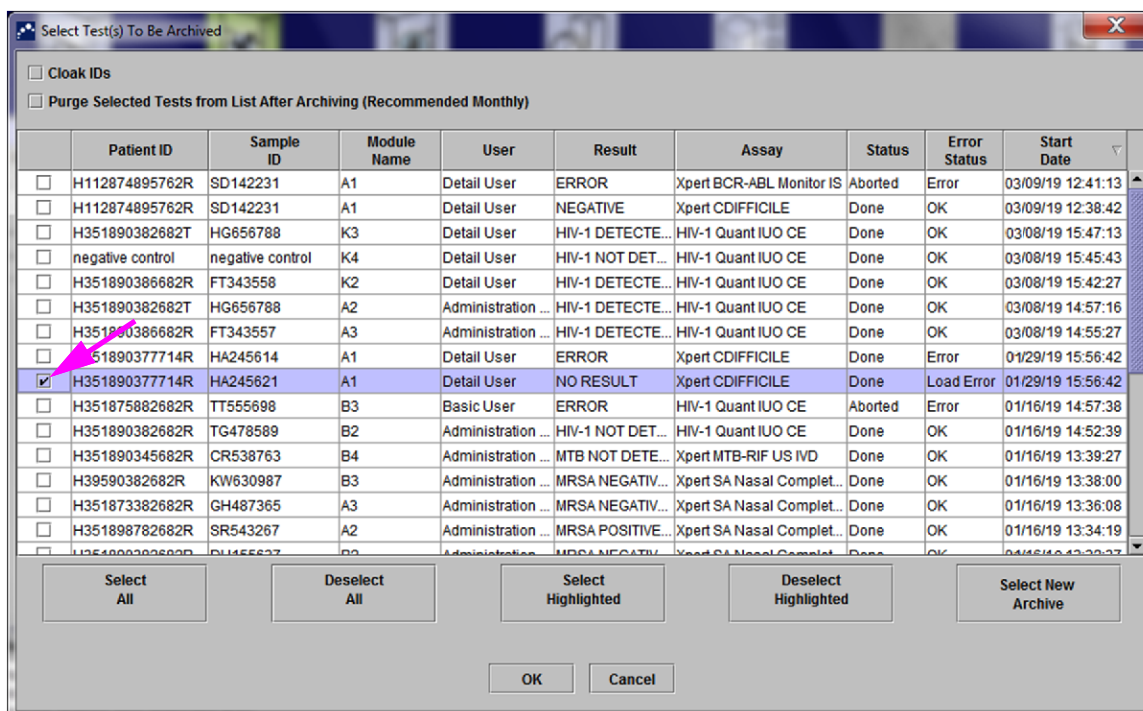

Figura 5-70. Caseta de dialog Selectare test(e) de arhivat
1. În fereastra sistemului GeneXpert Dx, în meniul **Gestionare date (Data Management)**, faceți clic pe **Arhivare test (Archive Test)**. Apare caseta de dialog Selectare test(e) de arhivat (Select Test(s) To Be Archived). Consultați Figura 5-70.
2. Selectați testul (testele) pe care doriți să le arhivați. Bifați caseta de selectare din dreptul fiecărui test pe care doriți să îl arhivați. Consultați Figura 5-70. Puteți selecta testele individuale unul câte unul sau puteți selecta un număr mare de teste făcând clic pe unul dintre următoarele butoane din partea de jos a ecranului Selectare teste de arhivat (Select Tests To Be Archived):
Atunci când este bifată caseta de selectare **Ascundere ID-uri (Cloak IDs)**, aflată în zona din stânga sus a casetei de dialog **Selectare test(e) de arhivat (Select Test(s) To Be Archived)**, (consultați Figura 5-70), toate informațiile despre ID-ul probelor și ID-ul pacienților sunt ascunse.